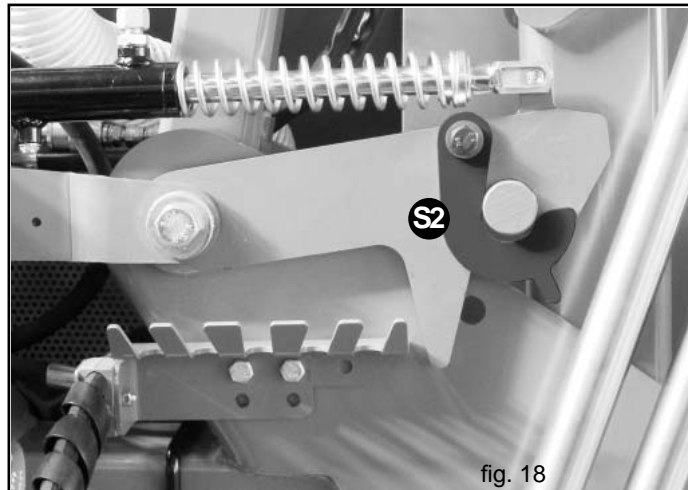

fig. 18
- 4) Pour compléter la mise en sécurité de la machine, il faut descendre du tracteur et tourner les crochets de blocage pour les mettre en contact avec les broches de sécurité (S2, Fig. 18).